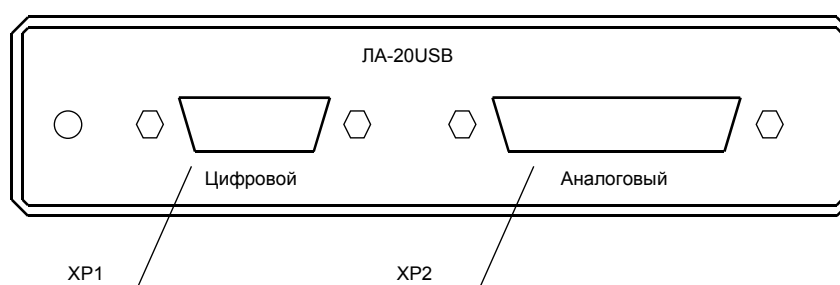

Рис. 4.1. Передняя панель прибора.
- 4.2.3. Для предотвращения выхода из строя устройства ЛА-20USB на входные разъемы необходимо подавать сигналы с параметрами, указанными в таблице (Таблица 4. 1). Расположения разъёмов указано на рисунках (Рис. 4.1 и 4.2).